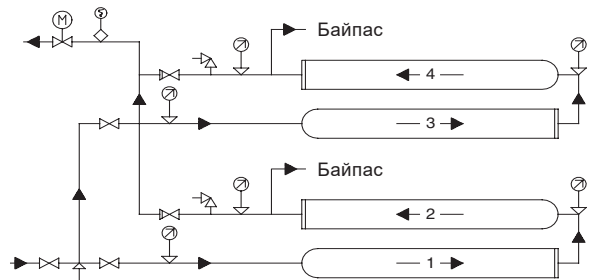

Рис. 8 Блок из двух последовательно и двух параллельно включенных бустерных модулей, размещенных друг над другом
- При комбинированном последовательно-параллельном включении рекомендуется схема разводки труб, приведенная на рис. 8.